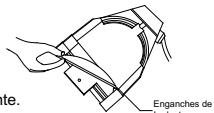

Figura 5
- 7.En ese momento, retire el dedo, dejando que la lente descansen sobre las sujeciones de la lente. (Figura 5) .